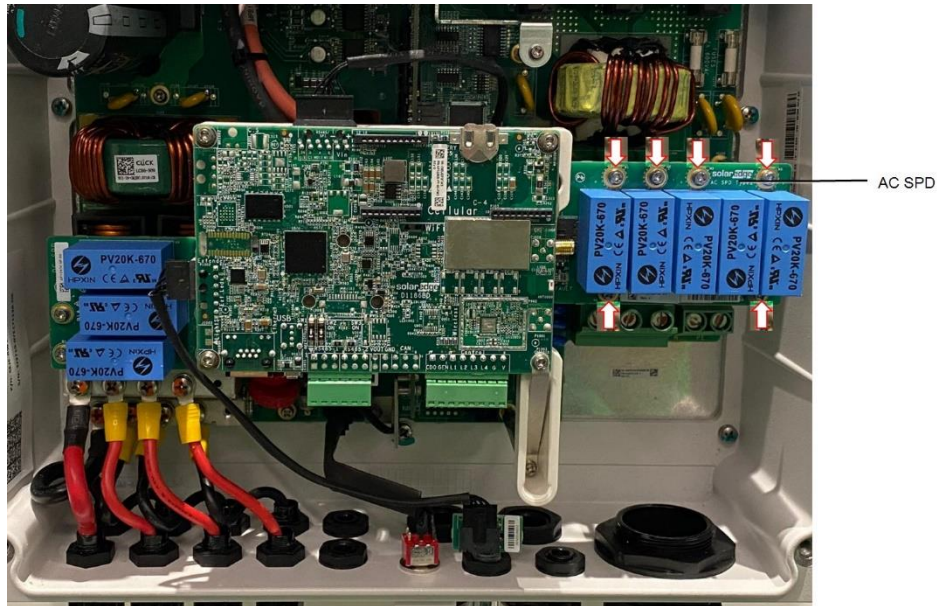

図 1 : AC SPD
1. AC SPDをスタンドオフに固定している6本のネジを取り外します (図 1 参照)。